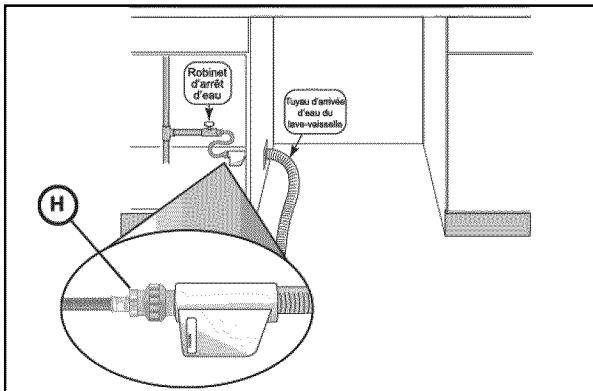

Figure 9
Installer un robinet d'arrêt (non fourni) facilement accessible sur le tuyau d'alimentation d'eau chaude, comme indiqué sur la **Figure 9**. Toutes les connexions soudées doivent avoir été faites avant de brancher la conduite d'eau sur le lave-vaisselle.
1. Brancher le raccord d'adaptateur (H) d'alimentation d'eau, qui se trouve dans le sachet contenant les pièces, sur le tuyau d'alimentation du lave-vaisselle. Ce raccord ne nécessite pas l'emploi d'un ruban d'étanchéité en Téflon.
- REMARQUE : l'extrémité du tuyau d'alimentation du lave-vaisselle est lourde et doit être supportée. Il convient de déposer l'extrémité du tuyau sur le plancher de l'armoire comme indiqué sur la Figure 9.*